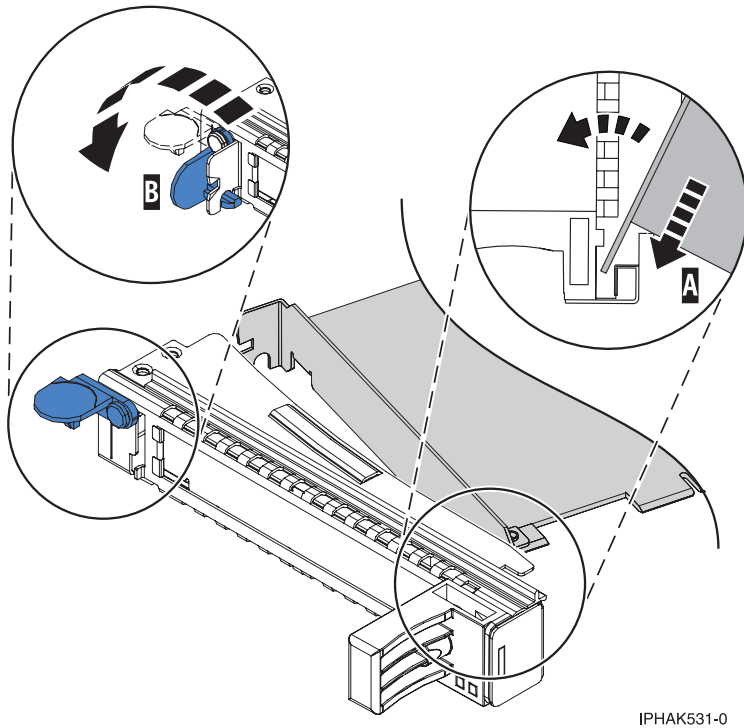

Figure 34. Installation d'une cassette d'adaptateurs (cartes) PCI simple largeur
- a. Placez le levier de blocage de la contre-poupée en position ouverte, insérez fermement la carte dans le bloc de retenue **(A)**. Voir figure 34, à la page 40.
- c. Fermez le levier de blocage de contre-poupée **(B)**. Voir figure 34, à la page 40.